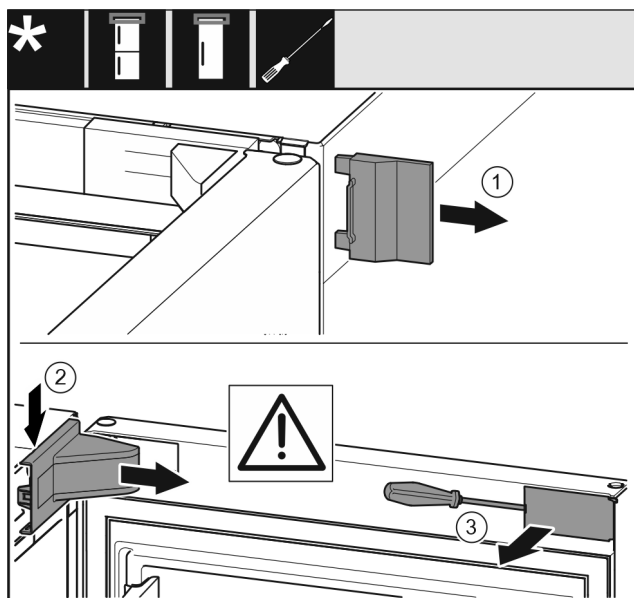

Fig. 4
- 取下外盖。 Fig. 4 (1)
- 拆卸并松开托架盖。取下托架盖。 Fig. 4 (2)
- 使用带槽螺丝刀松开隔板并把它转到一边。 Fig. 4 (3)